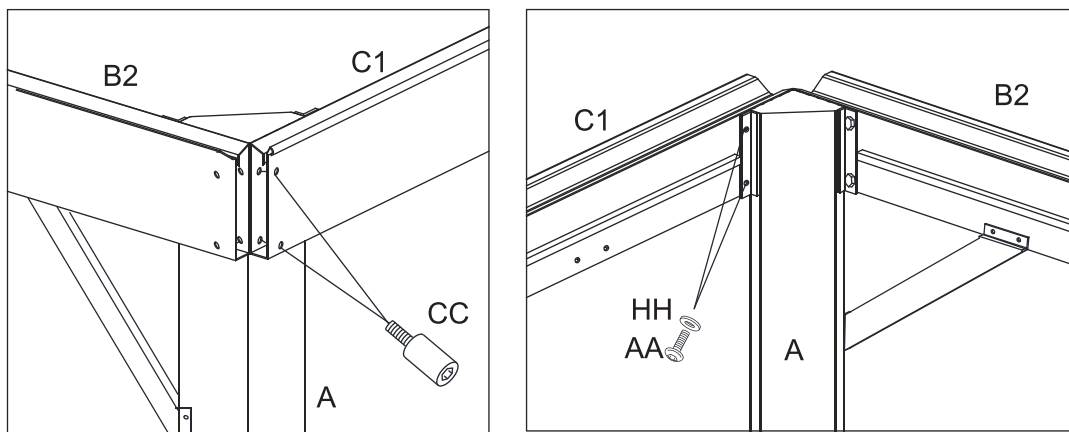

Figure 5.1
Figure 5.1 et 5.3 Fixez d'abord les petites traverses (C1/C2) à la poutre en coin (A). Utilisez les boulons (AA) et les rondelles (HH) en premier et ensuite, poursuivez avec les boulons (AA) et les rondelles (CC). Assurez-vous d'avoir bien serré tous les boulons.